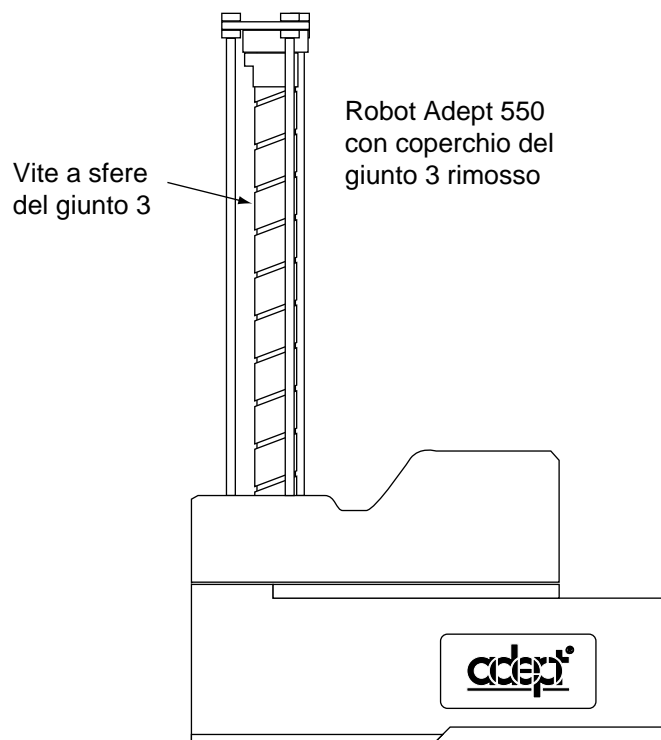

Figura 5-1. Lubrificazione della vite a sfere del giunto 3
2. Rimuovere il coperchio del giunto 3 estraendo i due dadi (usando una chiave a tubo da 8 mm) sulla parte superiore del coperchio e sollevare ed estrarre il coperchio. Vedere la Figura 5-1.